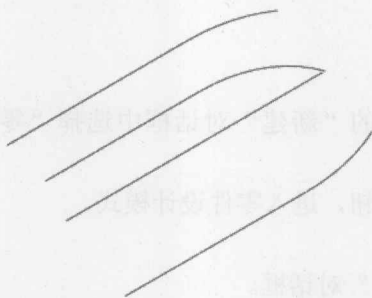

图 1-9
2) 选择 FRONT 基准面为镜像平面, 单击 完成第三条轮廓线的建立, 如图 1-9 所示。